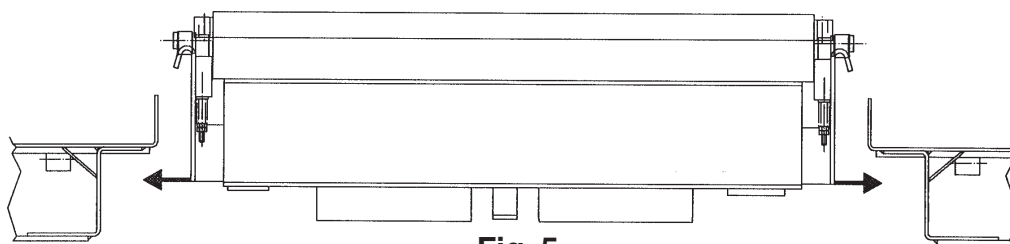

Fig. 5
- posizionare le staffe della traversa (Fig. 5) in prossimità dei bordi delle pedane;
- position the brackets of the crosspiece (Fig. 5);
- Die Bügel der Traverse positionieren (Abb. 5).
- positionner les brides de la traverse (Fig. 5)
- colocar los soportes del travesaño (Fig. 5).